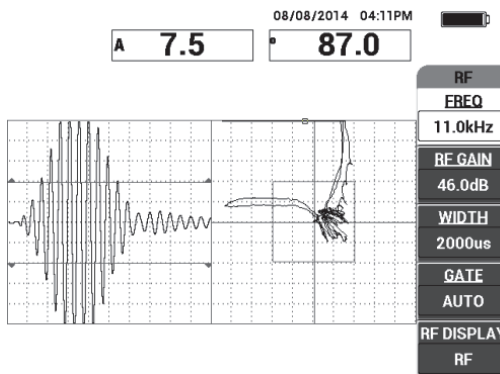

Рис. 6-4 Обнаружение расслоений ближней и дальней зоны
4. Просканируйте расслоения ближней и дальней зоны; убедитесь, что оба дефекта обнаружены (см. Рис. 6-4 на стр. 135).